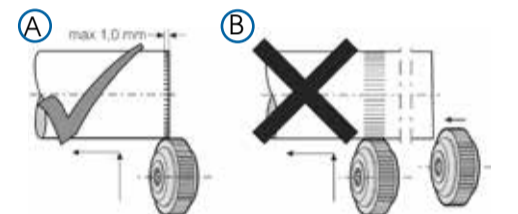

Fig. 6: Scaffiture sul pezzo
La posizione iniziale della godronatura si trova a ca. 1 mm dall'inizio del pezzo (fig. 6, rif. A).
**Attenzione: non bloccare nel componente o davanti ad esso!** (fig. 6, rif. B)